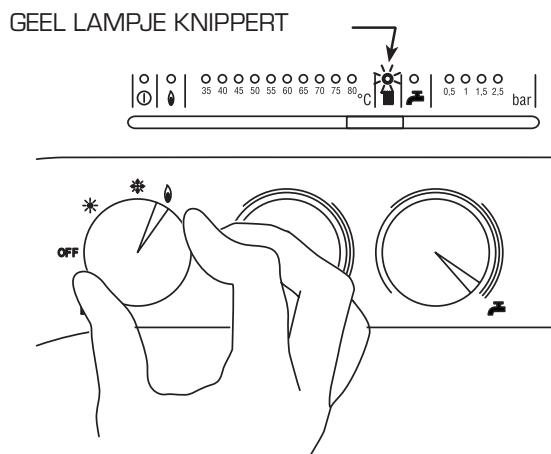

Fig. 26
4.6.1 Schoorsteenvegerfunctie [fig. 26]